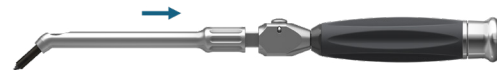

Abbildung 23
4. Schieben Sie den äußeren Schaft des Winkelschraubendrehers in Richtung Griff, bis Sie einen Anschlag spüren. Es kann eine taktile/akustische Rückmeldung geben, wenn der Entriegelungsknopf wieder in den Schaft einrastet (Abbildung 23).